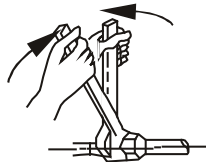

Рис. 6
- (3) Установите соединительный трубопровод на нужную позицию, закрутите гайки рукой, затем затяните их с помощью гаечного ключа (см. Рис. 6).